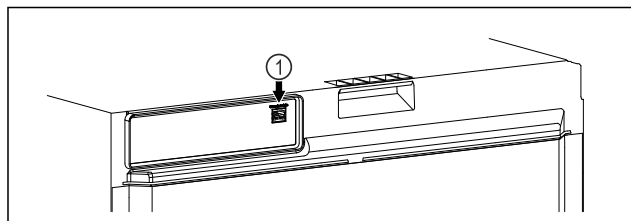

Fig. 109
- ☐ SmartModule Fig. 109 (1) är insatt.